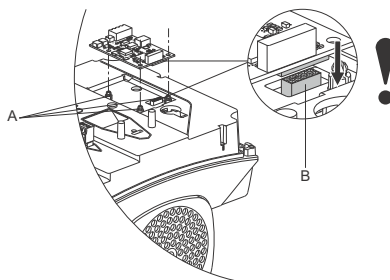

Fig. 75 Montering af CIM-modulet
4. Montér modulet ved at oprette det med det tre plastikholdere (fig. 75, pos. A) og forbindelsesproppen (fig. 75, pos. B). Tryk modulet i bund med fingrene.